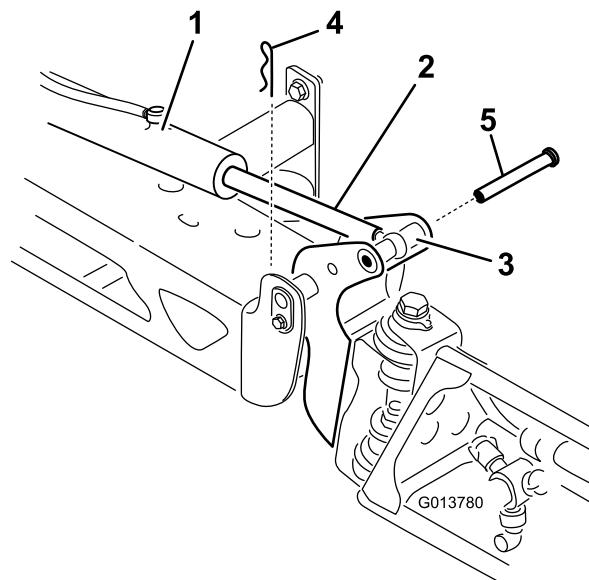

Figura 109
3. Eleve rampa e retire o pino (Figura 109) e lentamente baixe a rampa para o solo.
2. Retire o contrapino do pino de articulação (Figura 109).
- Enquanto segura na rampa, insira o pino através tanto da articulação da rampa como da barra do acionador (Figura 109).